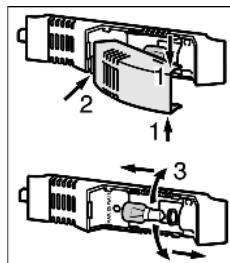

Fig. 14
- ▶ Возьмитесь за крышку лампы сверху и снизу Fig. 14 (1).
- ▶ Выведите крышку лампы сзади из зацепления и снимите Fig. 14 (2).
- ▶ Замените лампу Fig. 14 (3).